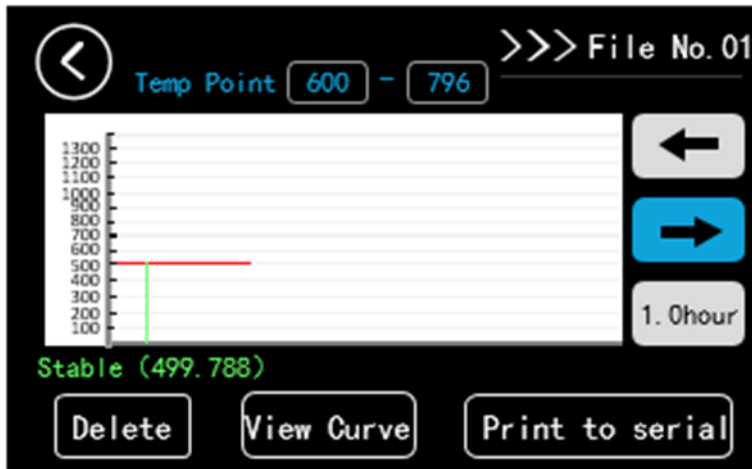

Abb. 3.8.5 Kurvendiagramm anzeigen
- 2) Anzeige der Grafik: Datei für leere Punkte, die nicht reagieren, wenn man darauf drückt; das Datum der Temperaturkontrolle in den Dateien wird als Kurvendiagramm angezeigt, d.h. historische Kurven, wie in Abbildung 3.8.5 dargestellt. Leere Dateien reagieren nicht, wenn Sie darauf klicken.
Wenn die Temperaturregelung stabil ist, wird die aktuell gemessene Temperatur in grüner Farbe angezeigt, wie in Abb. 3.8.5 dargestellt.